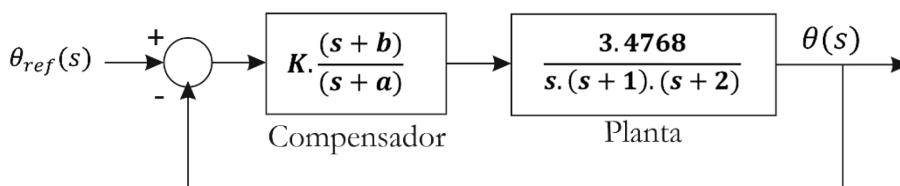

Figura 1. Diagrama de bloques del sistema de control de posición
1. (1,6 puntos) Se desea reajustar el sistema de control de posición que se muestra en la **Figura 1** con el fin de satisfacer las nuevas especificaciones que ha solicitado el cliente relativas a la respuesta temporal del sistema.
Así, el controlador de la **Figura 1** es un compensador de adelanto cuyos parámetros son $k=1$, $b=1$ y $a=1,697$. Este fue diseñado para que el sistema respondiera, aproximadamente, con un sobreimpulso de 31,3% y un tiempo de establecimiento de 10,6 segundos ante cambios escalonados en la señal de referencia.